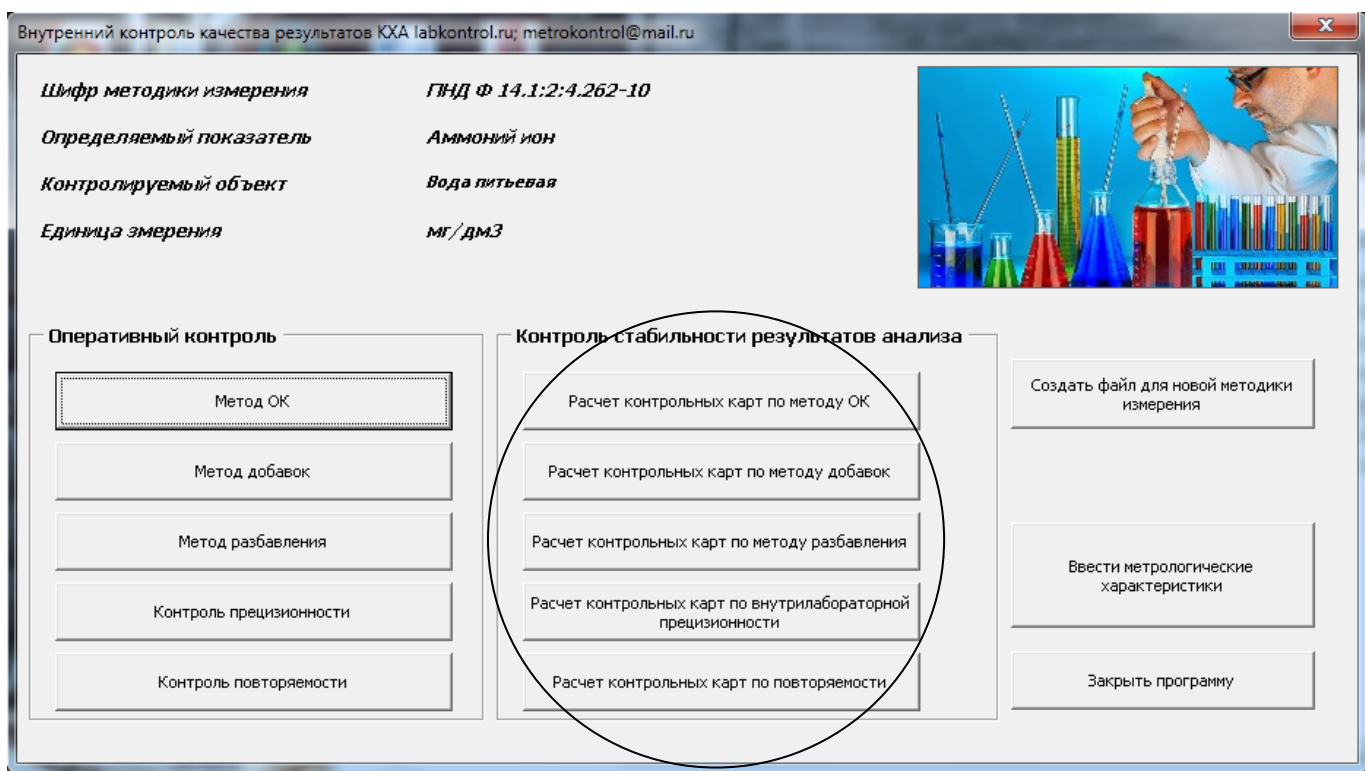

Рисунок 12. Контроль повторяемости
- 3.6.1. Для просмотра стабильности результатов анализа необходимо нажать соответствующую кнопку в главном окне программы в зависимости от выбранного метода оперативного контроля (рисунок 12);